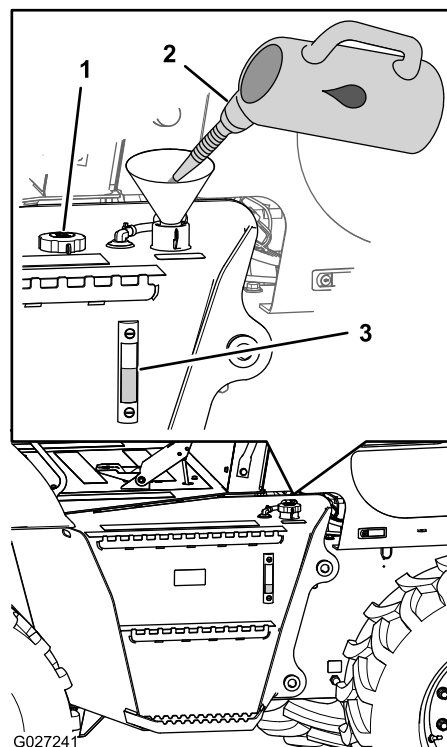

Figura 26
3. Compruebe el nivel del aceite hidráulico en la mirilla situada en el lado del depósito hidráulico (Figura 26).
4. Si el nivel de aceite hidráulico no es visible en la mirilla, retire el tapón de llenado (Figura 26), añada aceite hidráulico del tipo especificado hasta que el nivel de aceite esté en el punto medio de la mirilla, e instale el tapón de llenado.